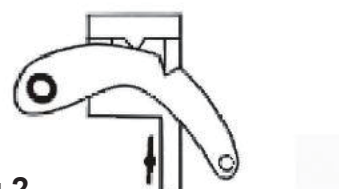

Fig.2
En prenant toutes les précautions nécessaires, prenez la charge avec le cric (soulevez légèrement la charge) et, en vous assurant que la poignée est en position **COMPLÈTEMENT VERTICALE**, enclenchez le loquet réversible (20), de manière à ce qu'il soit en position "BAS", c'est-à-dire que le cran de la serrure se détache de la position encastrée du commutateur de réversion (voir fig.2). En gardant une prise ferme sur la poignée, soulevez-la et abaissez-la comme pour "soulever une charge".